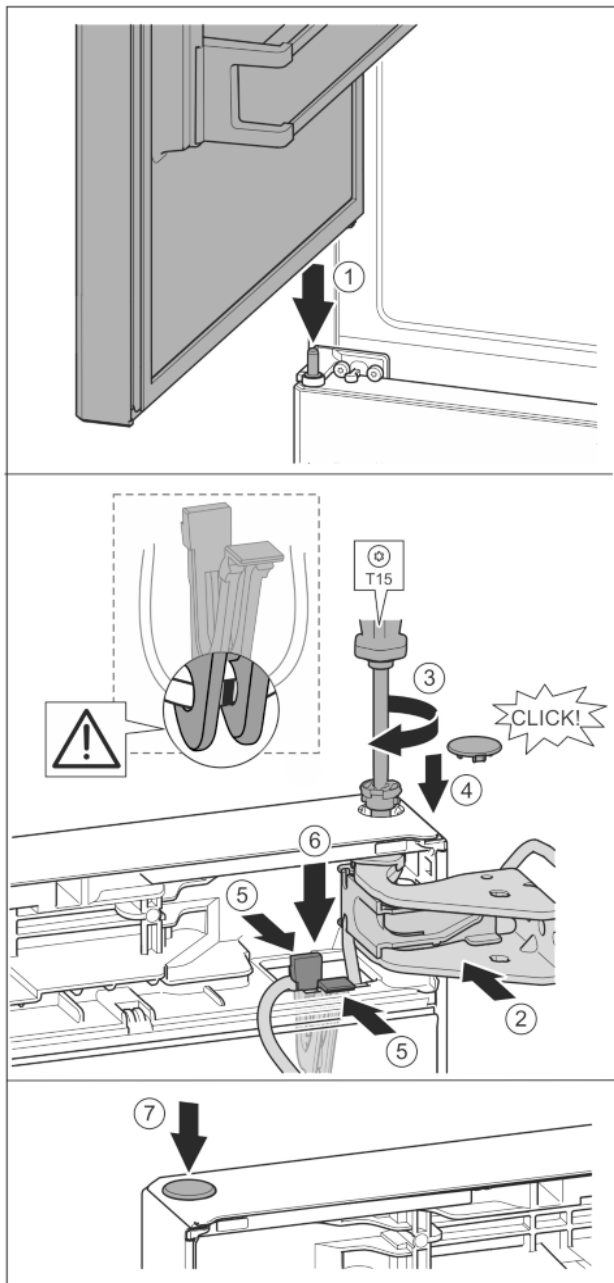

Fig. 36
- Mettere la porta superiore sul perno di supporto centrale *Fig. 36 (1)*
- Allineare la porta in alto all'apertura nel blocco di supporto. *Fig. 36 (2)*
- Inserire i perni e stringere con il cacciavite T15. *Fig. 36 (3)*
- Montare la copertura di sicurezza a protezione della porta: inserire la copertura di sicurezza e controllare se appoggia sulla porta. Altrimenti inserire completamente il perno. *Fig. 36 (4)*
- Inserire nell'apertura il supporto con il relativo cavo fissato. *Fig. 36 (5)*
- Spingere il supporto verso il basso fino all'innesto in posizione della linguetta. *Fig. 36 (6)*
- Inserire i tappi. *Fig. 36 (7)*